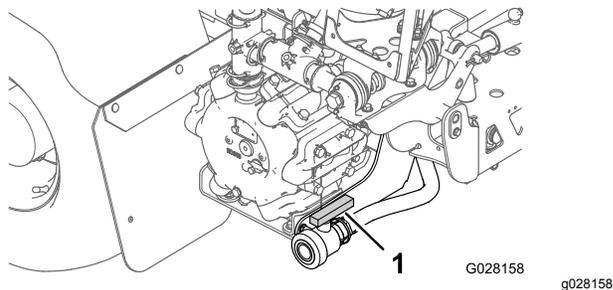

Figure 28
- Trouvez l'emplacement du robinet de vidange de la cuve à l'arrière de la machine (Figure 28).